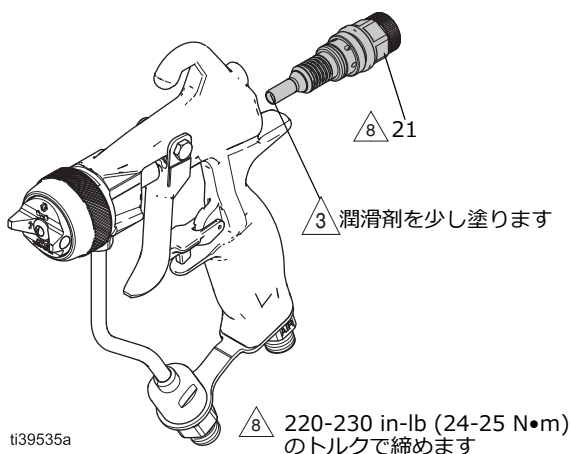

図 43: エアカートリッジの設置
エアカートリッジのハウジングを清掃して下さい	図 43、30 ページを参照してください。
3. アセンブリ (21) をガンからずらして外します。
5. エアカートリッジチップに潤滑剤を塗り、エアカートリッジアセンブリ (21) をガンの後ろに挿入します。24-25 N•m (220 in-lb) のトルクになるまで締めます。図 43 を参照ください。
7. エアバルブチップ (21a) に潤滑剤を塗り、ガンの後ろに挿入します。24-25 N•m (220-230 in-lb) のトルクになるまで締めます。図 43 を参照ください。
2. エアカートリッジアセンブリ (21) をガン工具 (29) で緩めて、ガンの後ろから取り外します。
3. エアカートリッジアセンブリ (21) をガンから押し出します。図 43 を参照ください。
7. エアバルブ (21a) に潤滑剤を塗り、エアカートリッジアセンブリ (21) をガンの後ろに設置します。24-25 N•m (220-230 in-lb) のトルクになるまで締めます。図 43 を参照ください。